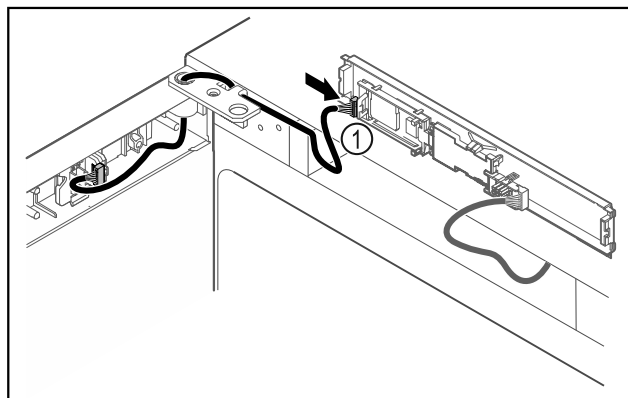

Fig. 44
- Brancher le connecteur Fig. 44 (1) sur la platine.